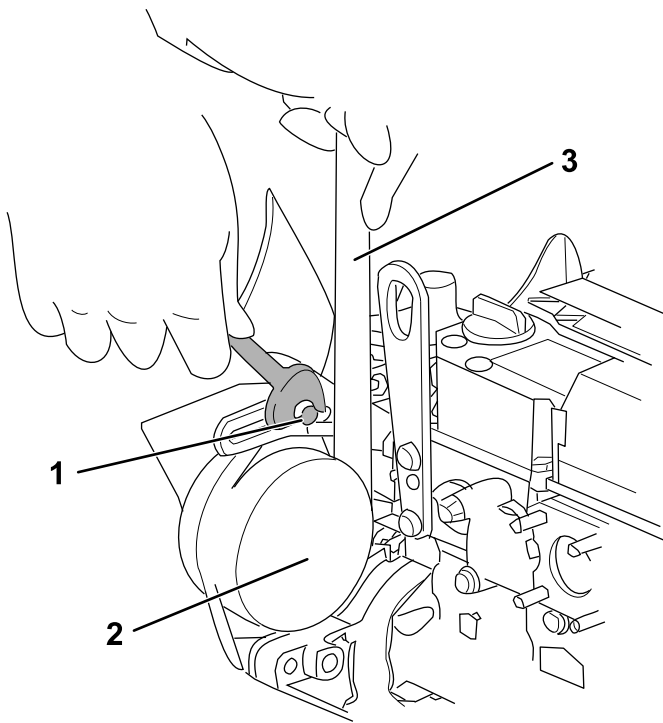

Bild 102
3. Lösen Sie die Einstellschrauben und -mutter und verschieben Sie dann die Riemenscheibe mit einem Schraubenschlüssel, um den Riemen auf die richtige Spannung zu bringen (Bild 102).
4. Ziehen Sie die Einstellschrauben und -mutter fest (Bild 102).